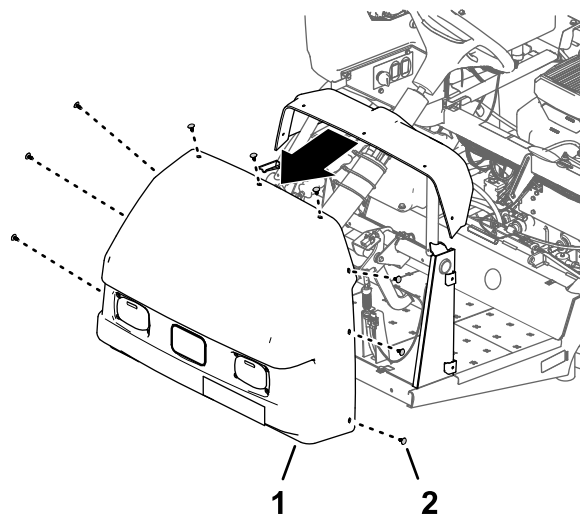

Figura 15
2. Retire os nove fixadores de pressão que prendem o capot ao painel de instrumentos e chassis da máquina (Figura 15).
3. Retire o capot da máquina (Figura 15).